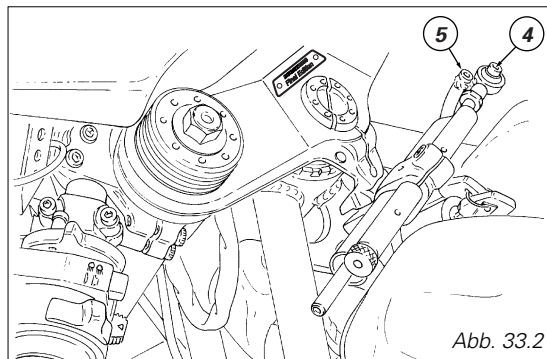

Abb. 33.2
Nach einem Ändern des Lenkerwinkels, muss der Stoßdämpfer wieder ausgerichtet werden. Die Schraube (4, Abb. 33.2) lösen, das Gelenk der Dämpferstange an der Bohrung (5) des Rahmens verstellen. Die zuvor entfernte Schraube (4), nach Auftrag eines mittelstarken Gewindeklebers, wieder festziehen.